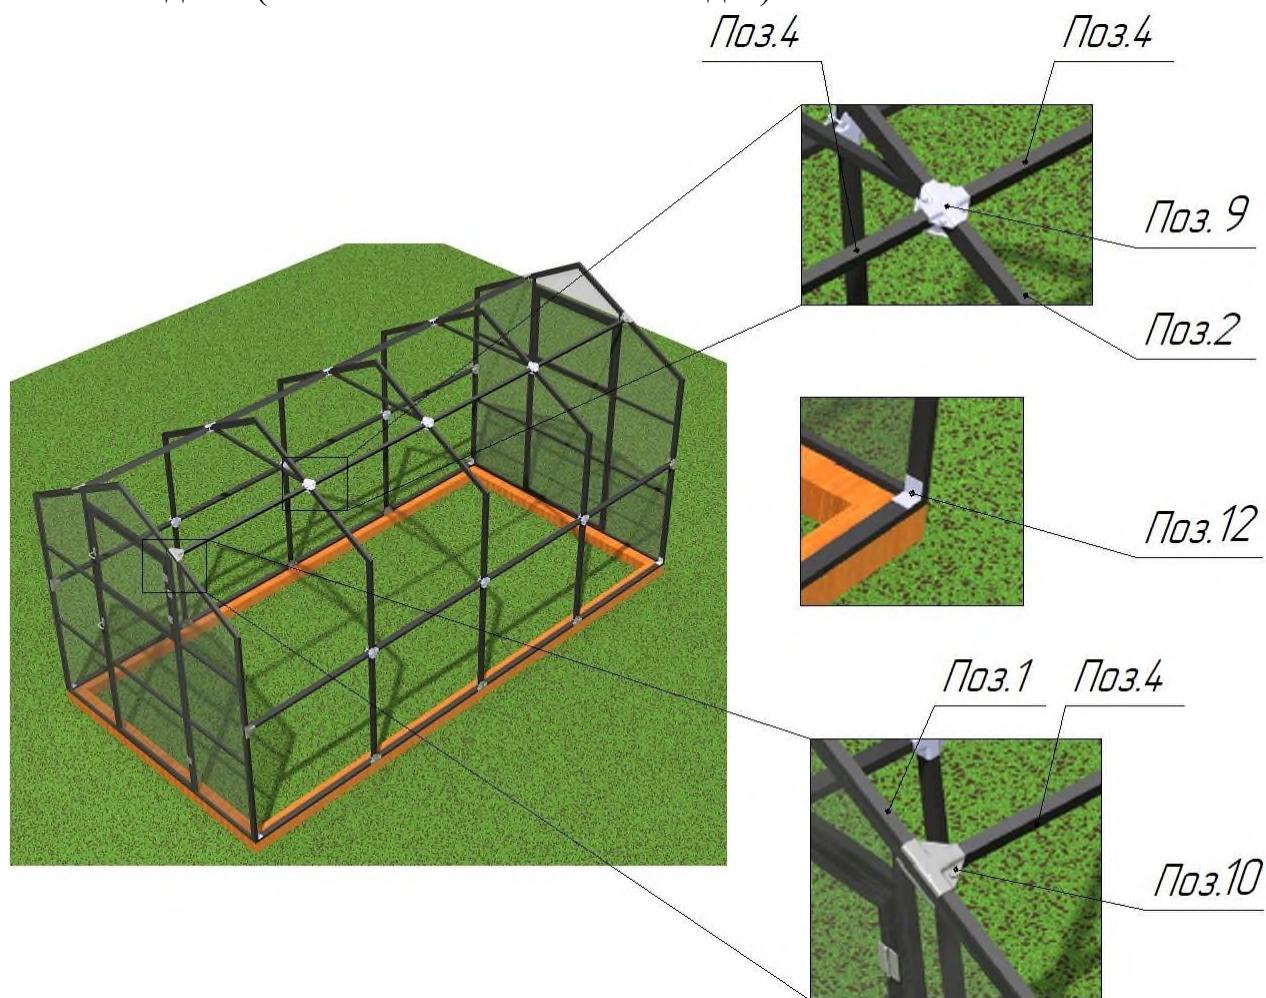

Рис.10 Сборка краакаса
10. Соединить обе полученные конструкции стяжкой **Поз.4** путем вставки поочередно обоих ее торцов в крепление-спайдер «Х-образный» **Поз.9** и крепление-спайдер «Т-образный» **Поз.10** с последующей затяжкой (рис.10).
11. Соединить снизу торцы с основанием с помощью крепежного уголка 40x40x40 **Поз.12** и саморезов **Поз. 16** (рис.10).
12. Выставить теплицу таким образом, чтобы металлический каркас торцов был заподлицо с фундаментом (бруском), а поликарбонат перекрывал часть фундамента. (рис.10).